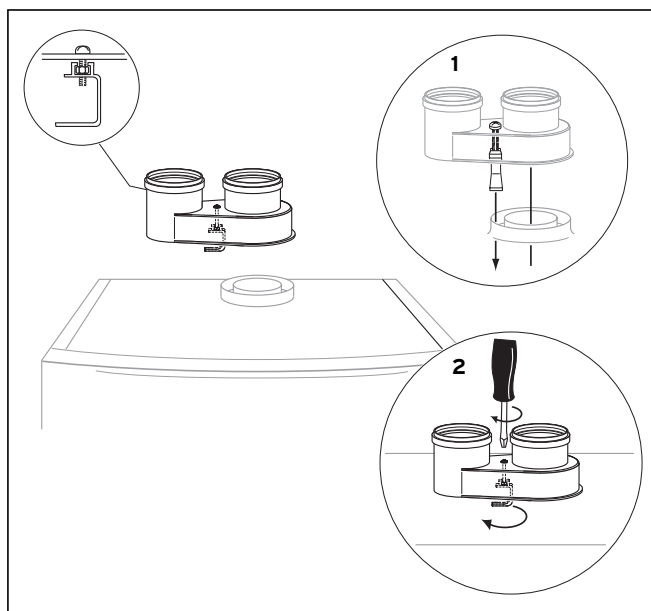

Рис. 6.16 Подключение к аппарату
- Определите, слева или справа должна находиться соединительная деталь воздуховода (увеличение 1, см. рис. 6.16).
- Вставьте патрубок дымохода/воздуховода разделительного устройства (увеличение 2, см. рис. 6.16) в соответствующую муфту на аппарате.